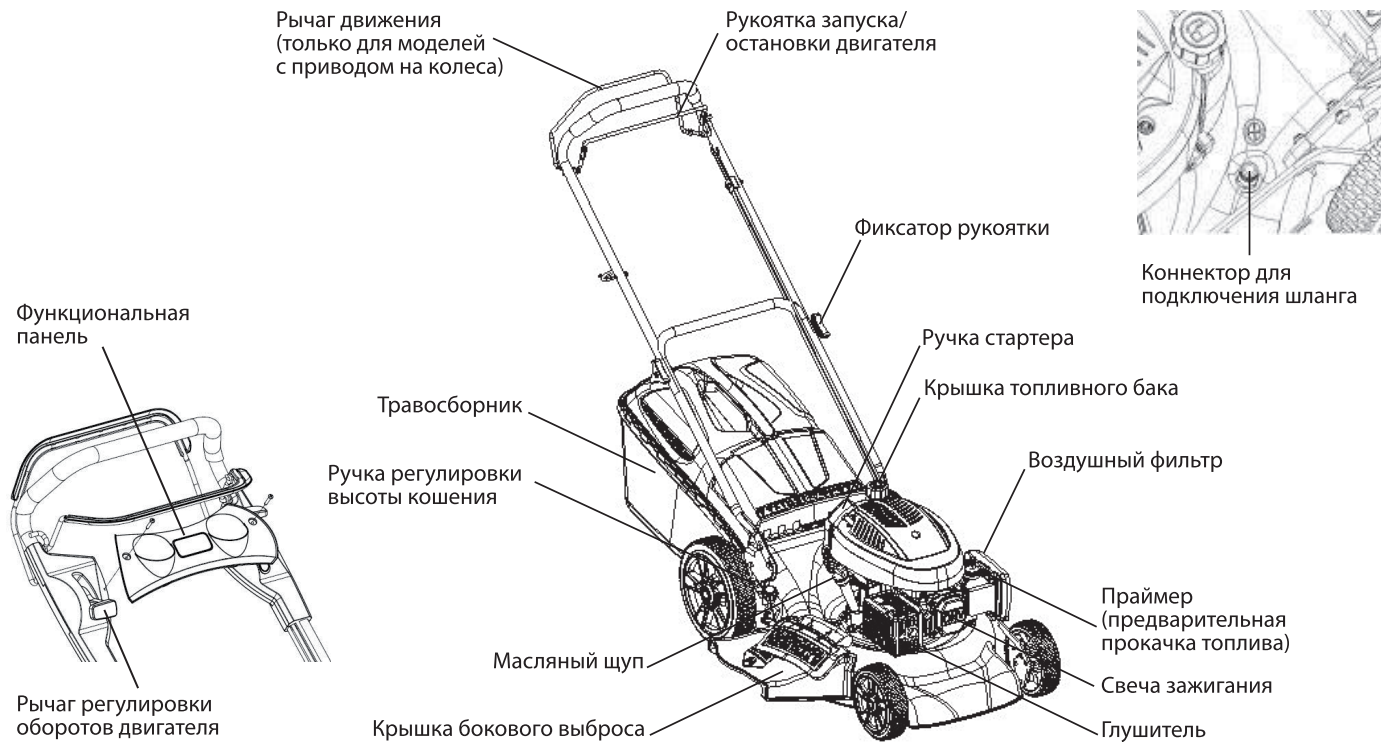

Рис. 1
- На корпусе газонокосилки установлен коннектор **(рис.1)** для подключения шланга с водой для эффективной очистки внутренней поверх-